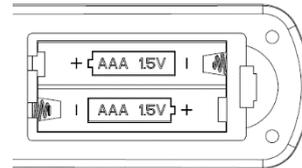

Abb. 11
- Es werden 2 AAA-Batterien (1,5 V) zum Betrieb der Fernbedienung benötigt. Entfernen Sie die Batteriefachabdeckung auf der Rückseite der Fernbedienung und legen Sie 2x AAA-Batterien ein. Dabei auf die richtige Polarität achten, die im Batteriefach angegeben ist. (Abb. 11)